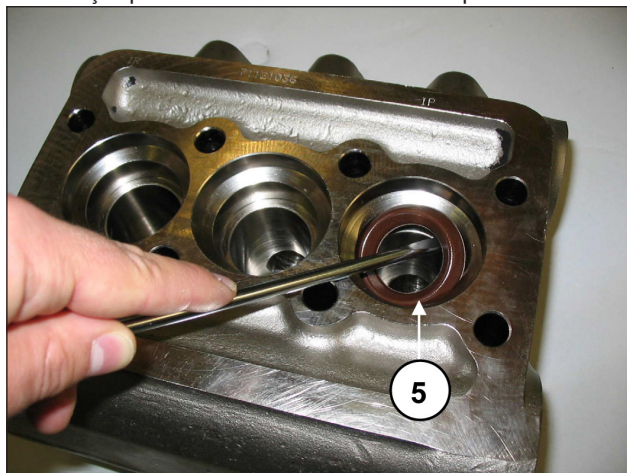

Fig. 21
C) Remova as vedações de alta pressão do cabeçote e os de baixa pressão do suporte relativo usando ferramentas simples, conforme indicado na (Fig. 21, pos. 5), prestando atenção para não danificar os assentos respectivos.